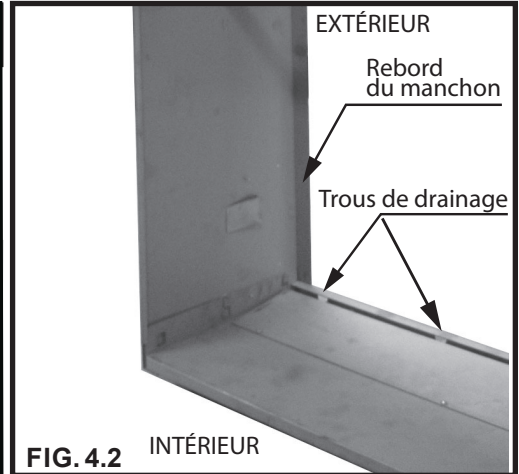

FIG. 4.2 INTÉRIEUR
- **PENDANT L'ASSEMBLAGE DU MANCHON MURAL, VEILLEZ À CE QUE LES REBORDS DU PANNEAU LATÉRAL ET LES TROUS DE DRAINAGE DU PANNEAU DE BASE SE TROUVENT SUR LE MÊME CÔTÉ DU MANCHON MURAL. VOIR LA FIG. 4.2.**